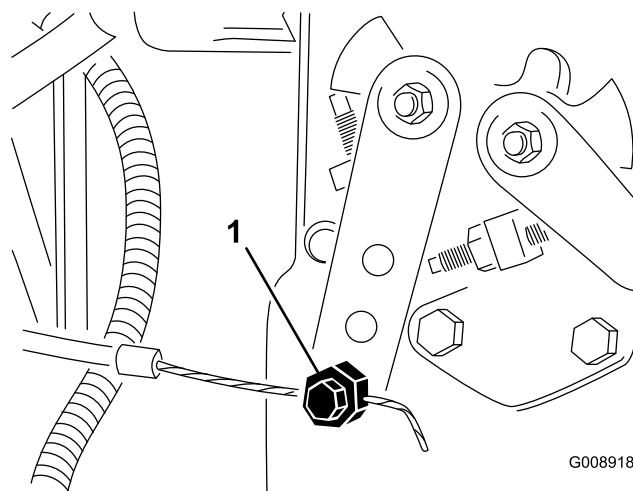

Figura 68
2. Allentate il raccordo del cavo dell'acceleratore sulla leva della pompa di iniezione (Figura 68).